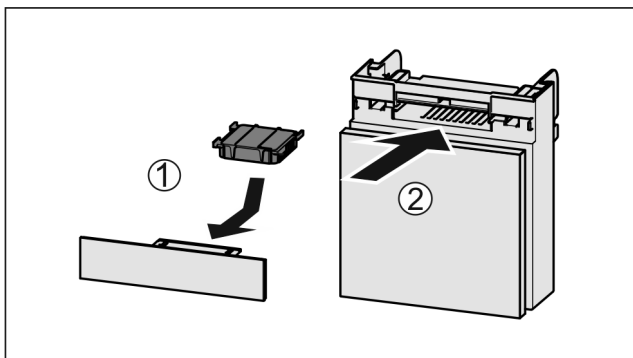

Fig. 123
- ▶ Aktivni ogljeni filter vstavite Fig. 123 (1) skladno s prikazom na sliki.
- ▶ Predal potisnite noter Fig. 123 (2).